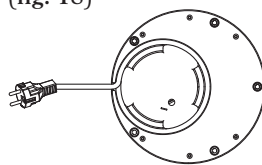

Fig. 18
- Para enrollar el cable eléctrico hacer que entre manualmente en el respectivo alojamiento, sin extenderlo excesivamente, a fin de colocarlo correctamente describiendo varias espiras. (fig. 18)